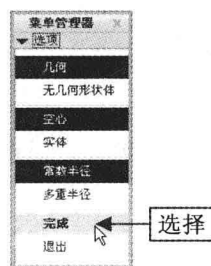

图 8-89 选择“完成”选项
Step 03 弹出“选项”菜单管理器, 选择“完成”选项, 如图 8-89 所示。